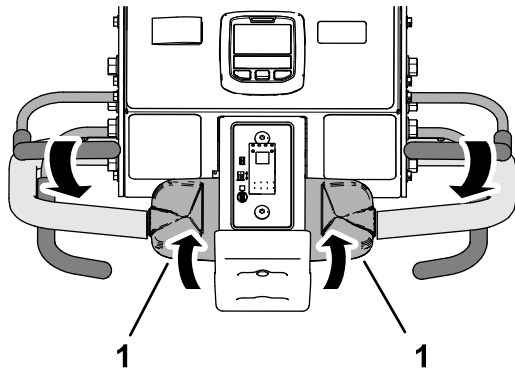

図 97
- オペレータベイルを握り込んだまま、走行コントロールの上部を後方に回転させる 図 97。